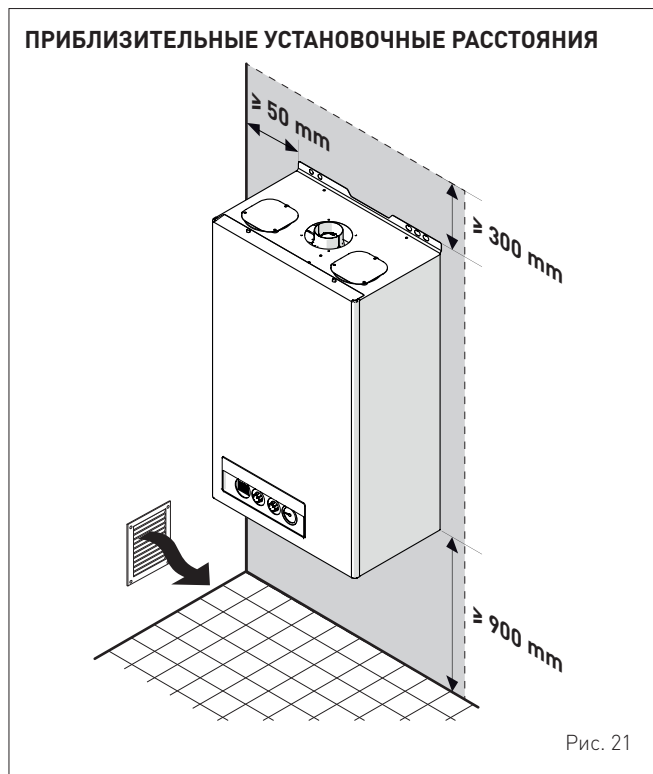

Рис. 21
- При монтаже необходимо учесть расстояния, необходимые для доступа к устройствам безопасности/регулировки и выполнения работ по техническому обслуживанию (см. Рис. 21).